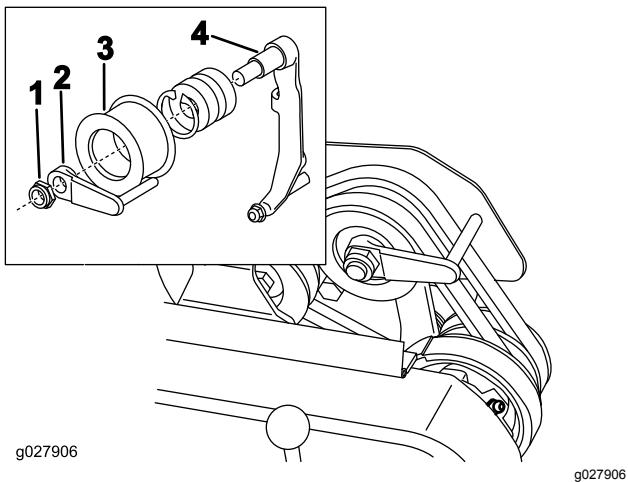

图47
8. 要在不启动发动机的情况下更容易推拉机器应按照以下所示的方法调节皮带导轨图47插入件